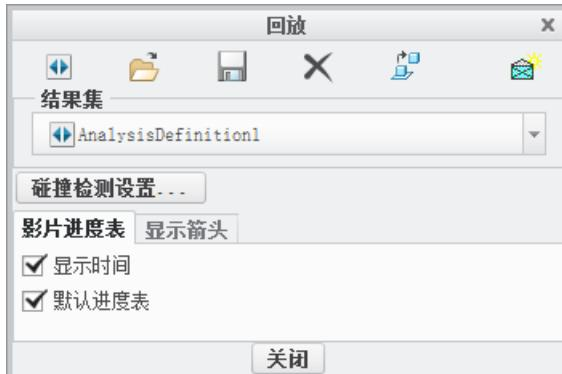

图 2.6.9 “回放”对话框
(1) 单击**机构**功能选项卡**分析**区域中的“回放”按钮 \Rightarrow ，系统弹出图 2.6.9 所示的“回放”对话框。